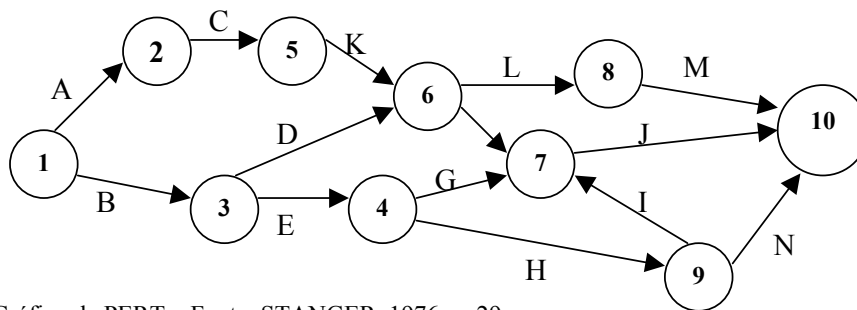

Figura 1 – Gráfico de PERT – Fonte: STANGER, 1976, p. 29.
- 3) Para a rede da figura 1, qual dos dois eventos ocorrerá em primeiro lugar, o evento 6 ou 7? O evento 7 ou 9? O evento 5 ou 6?